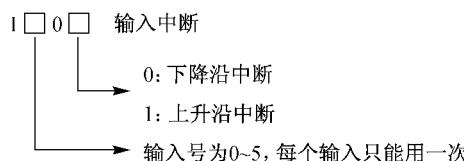

图 3-10 输入中断用指针的编号
(1) 输入中断用指针。输入中断用指针  $I00 \times \sim I50 \times$  可用来接收特定的输入地址号的输入信号,输入中断用指针的编号如图 3-10 所示。输入中断用指针为  $I \square 0 \square$ ,最高位与 X0~X3 的元件号相对应。最低位为 0 时表示下降沿中断,反之为上升沿中断。例如,I001 之后的中断程序在输入信号 X0 的上升沿执行。